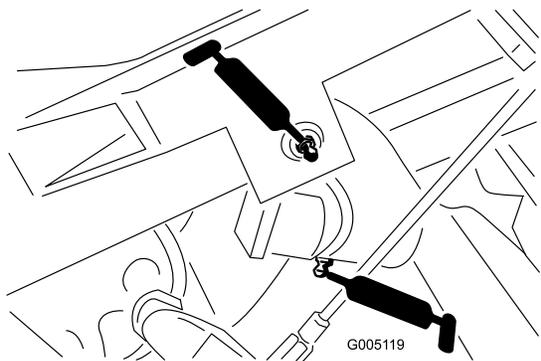

Рисунок 30
- Ось поворота подъемного рычага (3 шт.) и шарнир оси поворота (3 шт.) (Рисунок 30)